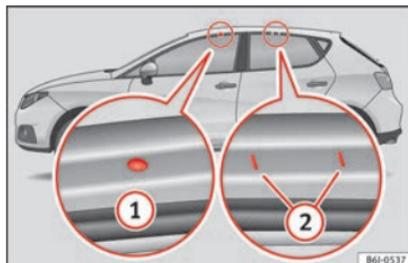

Fig. 150 Modèle IBIZA : points de fixation des barres longitudinales pour la galerie porte-bagages du toit.
Les points de fixation avant et arrière ① et ② peuvent uniquement se voir avec les portes ouvertes » **fig. 150.**